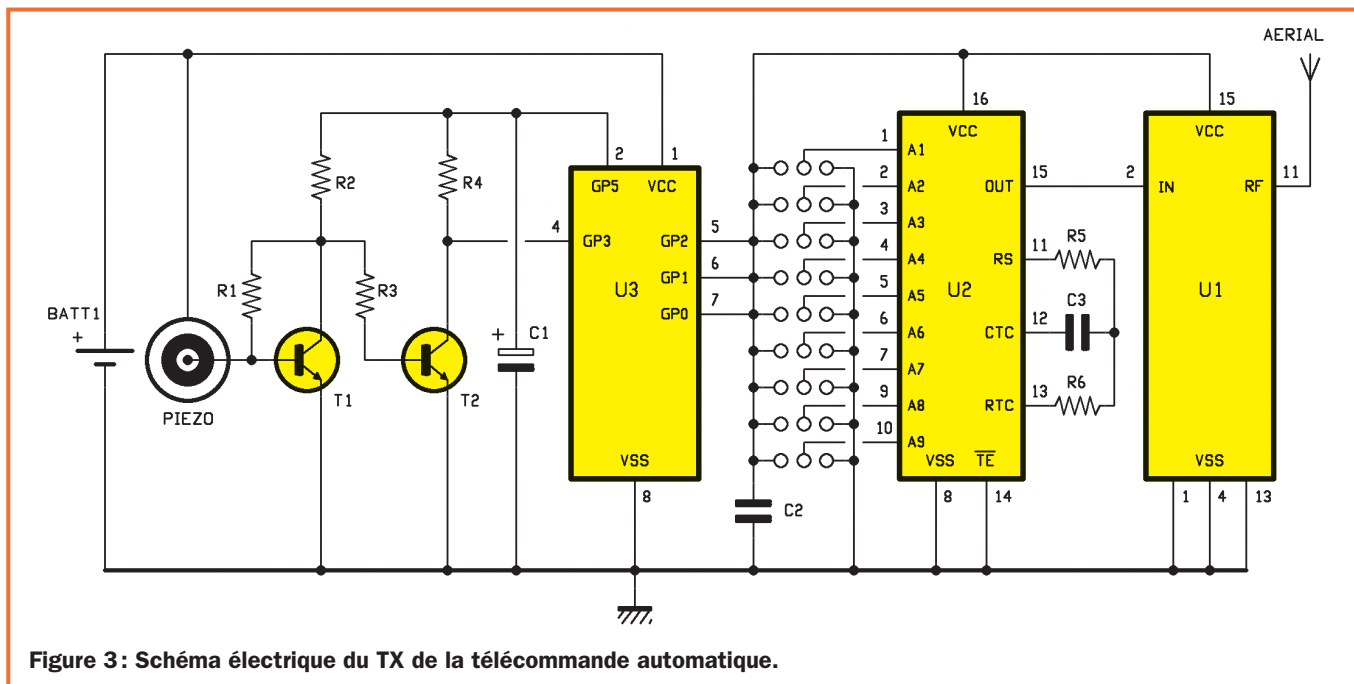

Figure 3 : Schéma électrique du TX de la télécommande automatique.
La figure 3 en donne le schéma électrique : il s'agit d'un circuit basé sur un PIC12C672 dans lequel est installé un programme relativement simple. Après l'initialisation des lignes d'I/O (la broche 2 devient la sortie d'alimentation de l'étage amplificateur de la pastille piézo-électrique, GP0, GP1 et GP2 sont des sorties reliées en parallèle pour alimenter l'émetteur et le codage, alors que GP3 est paramétré comme entrée) le microcontrôleur active son "timer" (minuterie) interne afin de produire un "interrupt" (interruption) au bout de 5 secondes et passe en mode basse consommation "SLEEP" (sommeil). Toutes les 5 secondes, le microcontrôleur met la ligne GP5 au niveau logique haut (1) et alimente ainsi (avec les 3 V de la pile) l'amplificateur BF constitué de T1 et T2 : ce dernier a pour signal d'entrée la faible tension variable que la pastille piézo-électrique PIEZO produit entre ses électro-